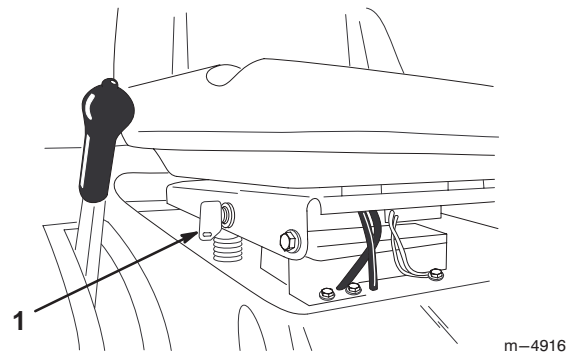

Bild 12
Wenn Sie im Rückwärtsgang den Zapfwellenantrieb benötigen, können Sie diesen Sicherheitsschalter mit Hilfe des KeyChoice-Schalters beim Sitzbügel deaktivieren (Bild 12).
2. Stecken Sie den KeyChoice-Schlüssel in sein Schloss (Bild 12).